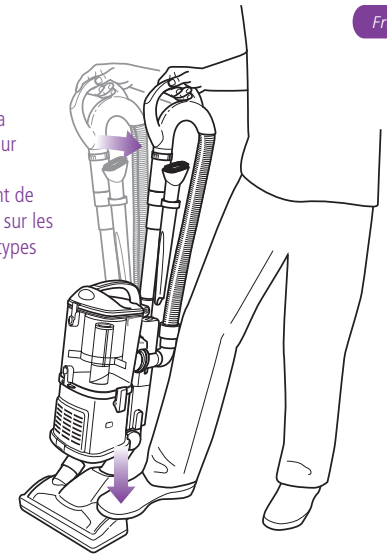

Fig. 13
- 4 Tenez doucement l'embout à plancher contre le sol avec votre pied pendant que vous saisissez la poignée et l'inclinez vers vous. (Fig. 13)